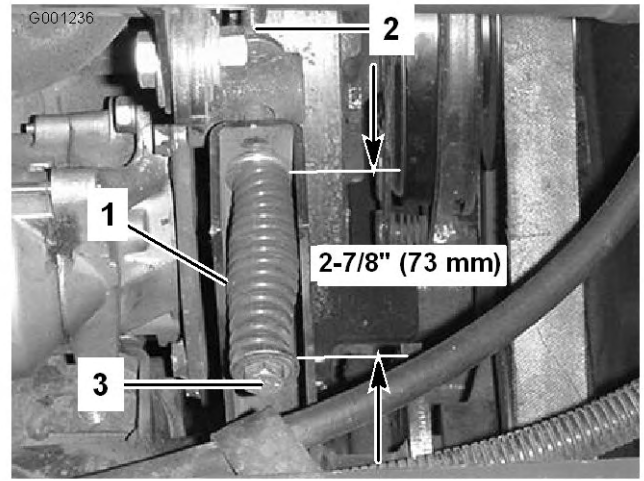

図 65
3. テンション・ロッドのジャムナットをゆるめる（図 65）。
4. テンション・スプリングの調整には1/2 インチ・レンチを使う（図 65）。テンション・スプリングの長さを 73 mm に調整する。
4. 1/2 インチのレンチを使ってテンション・スプリングを完全にゆるめる（図 65）。
6. 新しい PTO ベルトを取り付け、レンチでスプリングの長さを 73 mm に調整する（図 65）。
7. ジャムナット（図 65）を締め、フードを閉める。